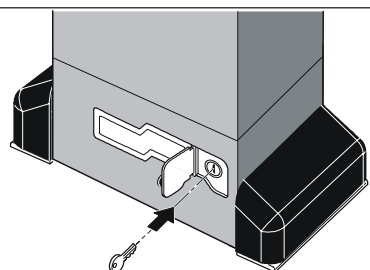

Fig. 48
- 1) Open het beschermdetjje en steek de speciale, bijgeleverde sleutel in het slot (fig. 48).